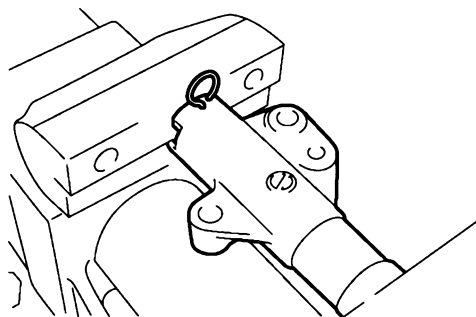

图 28-40 用台虎钳夹住自动张紧器
- 1) 用加了软垫的台虎钳夹住自动张紧器, 如图 28-40 所示。